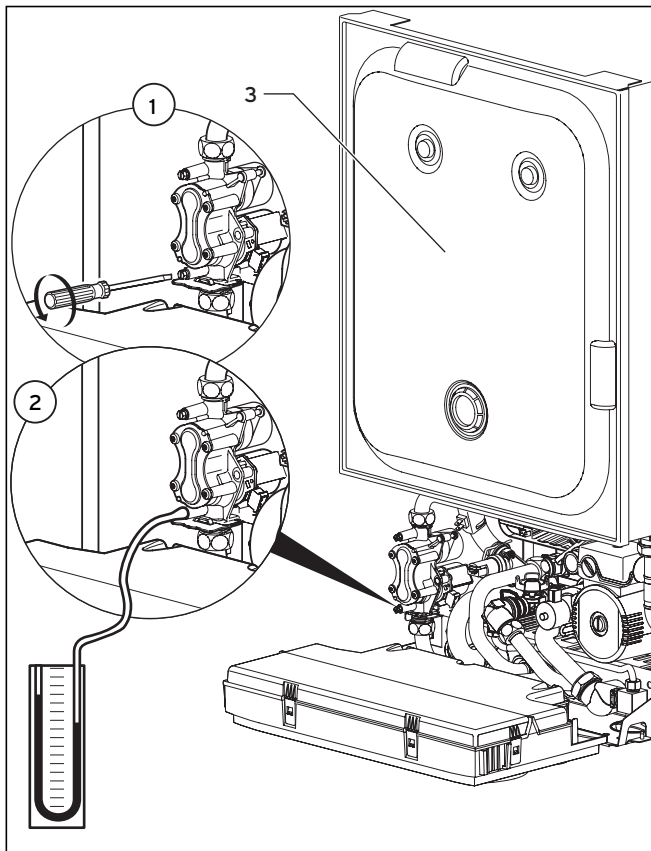

Fig. 6.3 Controllo della pressione di allacciamento
Per controllare la pressione di allacciamento procedere come segue (vedi fig. 6.3).
- Svitare le quattro viti del coperchio della camera di combustione (3, fig. 6.3) e rimuovere il coperchio.